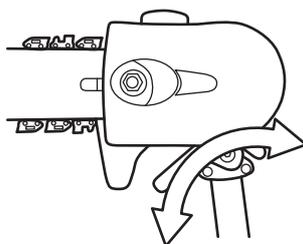

Fig. 21b
- Ajuster la position de la tête d'élagage, puis relâcher le levier de verrouillage (D8) (voir Fig. 21b).